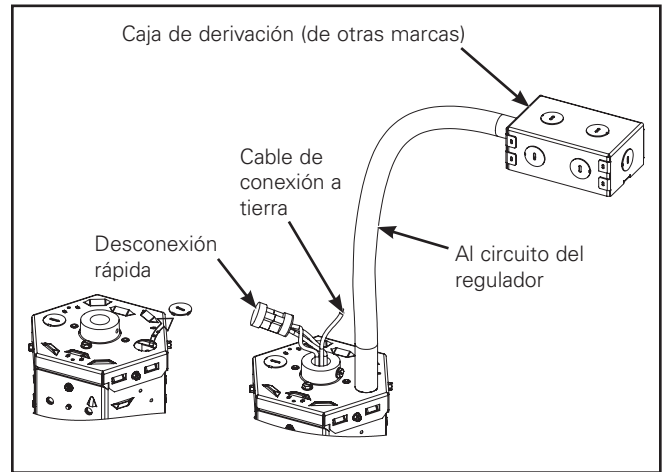

Figura 11.
3. Retire el expulsor. Y realice el cableado del circuito por el orificio (Figura 11).